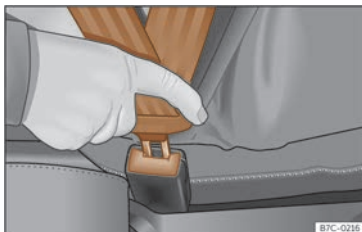

Abb. 18 Schlosszunge des Sicherheitsgurts in das Gurtschloss einstecken.
- Schlosszunge fest in das zum Sitzplatz gehörende Gurtschloss stecken >>> (Abb. 18).